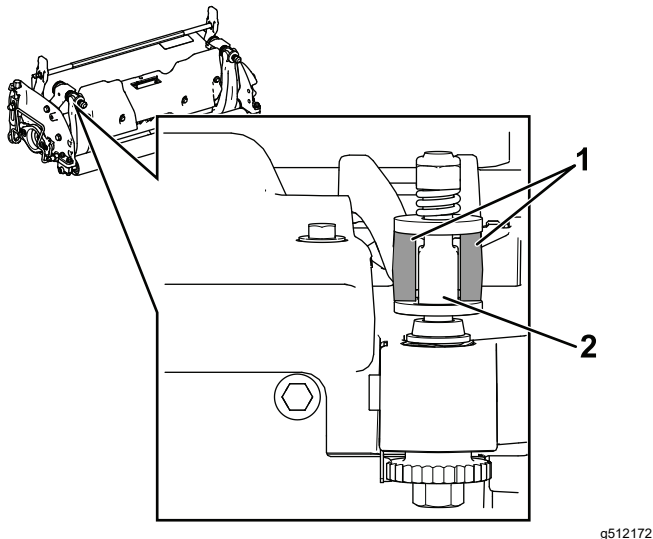

图 37
**重要事项** 将 DPA 调节器置于底刀架吊耳的中央如图 37 所示。